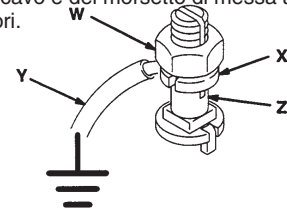

Fig. 1
1. Pompa ad aria compressa: utilizzare un cavo ed un morsetto di messa a terra. Ved. Fig. 1.
Allentare il controdado del capocorda di messa a terra (W) e la rondella (X). Inserire un'estremità di un cavo di messa a terra di min. 1,5 mm² (12ga) (Y) nella fessura del capocorda (Z) e serrare a fondo il controdado. Ved. Fig. 1. Collegare l'altra estremità del cavo ad una messa a terra efficace. Per le modalità di ordinazione del cavo e del morsetto di messa a terra, ved. la sezione Accessori.